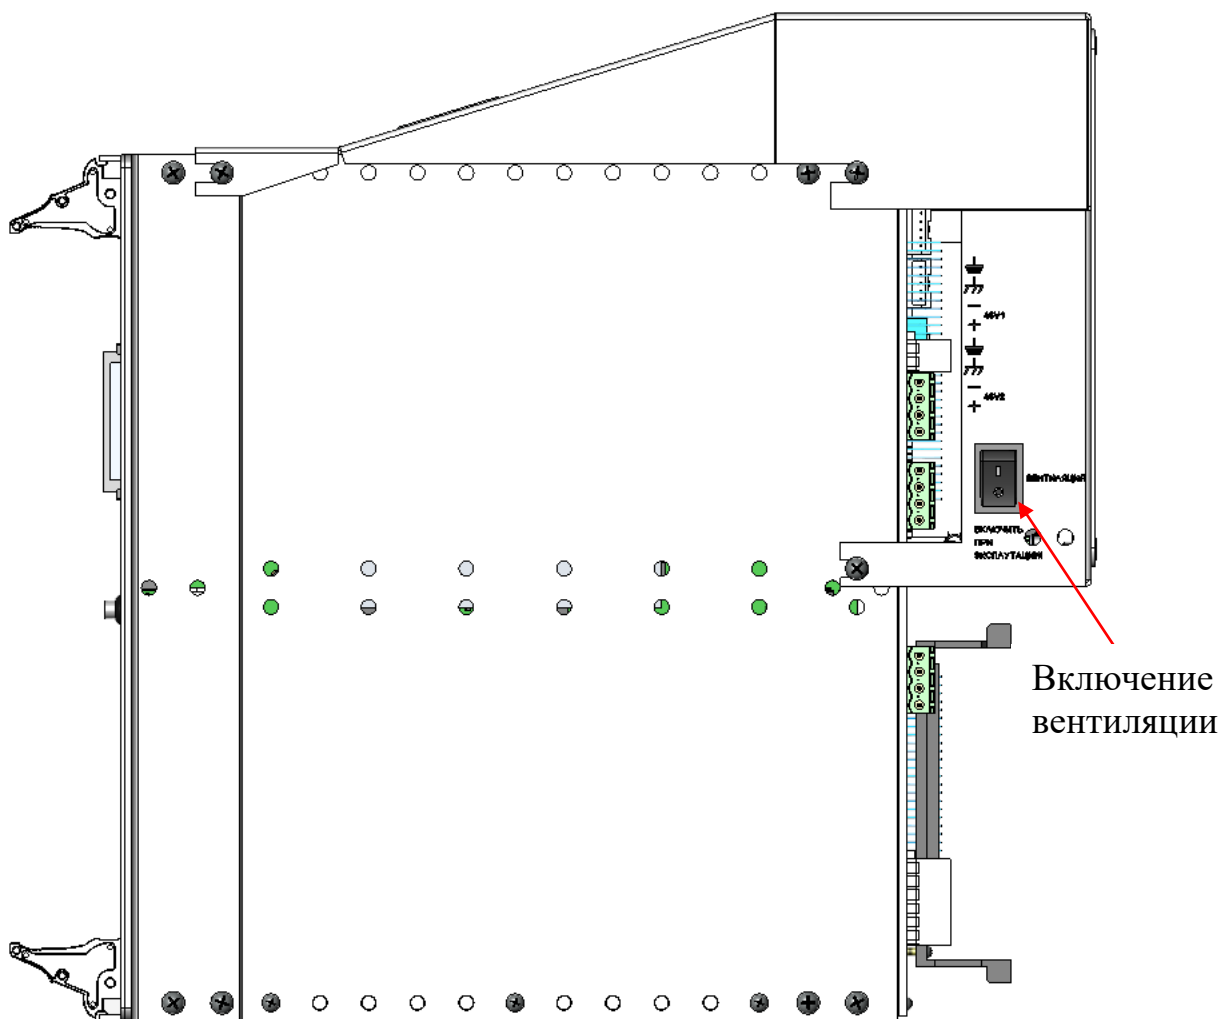

Рисунок 12 — Включение вентиляции
- после выполнения всех кабельных соединений и монтажа, выполненных по инструкции ПАМР.465684.012ИМ включите вентиляторы тумблером «ВЕНТИЛЯЦИЯ», расположенном на боковой стороне кассеты (см. Рисунок 12);